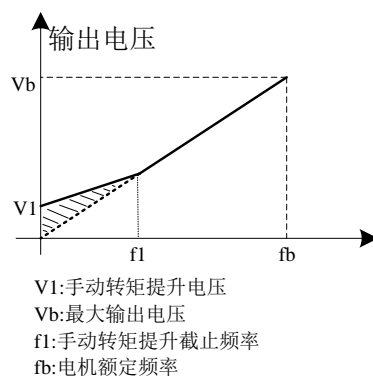

图 6-31 手动转矩提升示意图
**转矩提升转矩截止频率：**在此频率之下，转矩提升转矩有效，超过此设定频率，转矩提升失效，具体见图 6-31 说明。